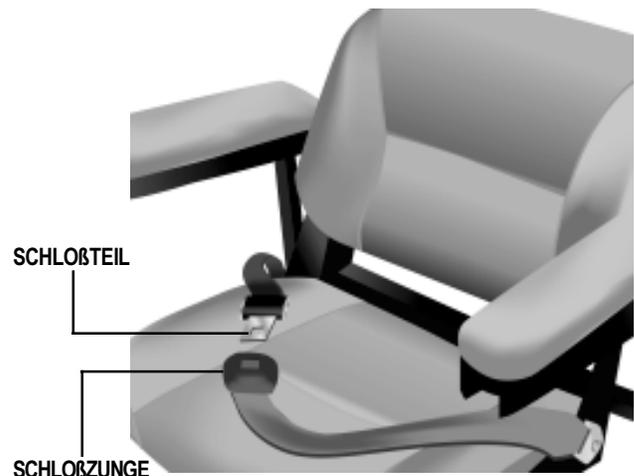

Abb. 13a. Sicherheitsgurt
1. Schloßzunge in das Schloßteil stecken, bis der Schnellverschluß hörbar einrastet. Siehe Abb. 13a.